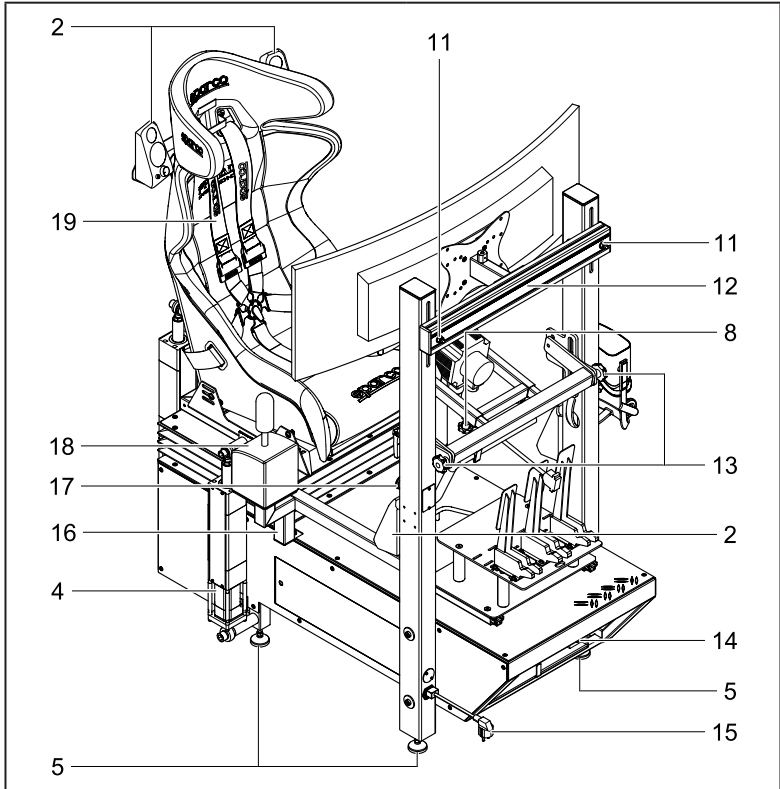

Abb.: 2 Übersicht TrackTime 3motion SIMULATOR (Beispieldarstellung: Simulator »3MOTION ADVANCED«)
Nach Entriegelung des Not-Halt-Tasters Abb.: 2 Pos. Nr. 17 ist das Lenkrad wieder aktiviert und dreht sich sehr schnell mit großer Kraft in seine Nullposition.
- Beim Entriegeln des Not-Halt-Tasters Abb.: 2 Pos. Nr. 17 das Lenkrad nicht festhalten.
Die Not-Halt Funktion ist eine Funktion, die aufkommende Gefährdungen für Personen oder Schäden an dem Simulator abwenden oder bereits bestehende Gefährdungen mindern soll. Der Not-Halt-Taster Abb.: 2 Pos. Nr. 17 ist durch eine Person auszulösen.
Beim Betätigen des Not-Halt-Tasters Abb.: 2 Pos. Nr. 17 wird das Lenkrad sofort stromlos geschaltet und die Aktuatoren werden abgeschaltet.
Um die Rennsimulation nach Auslösen des Not-Halt-Tasters Abb.: 2 Pos. Nr. 17 fortzusetzen, sind nachfolgende Schritte notwendig:
- Not-Halt-Taster Abb.: 2 Pos. Nr. 17 entriegeln.